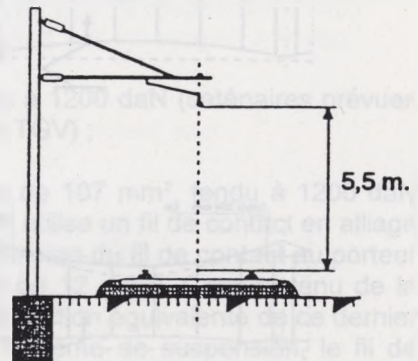

Fig. 1
4.2. Suspension "économique" (Fig. 1)